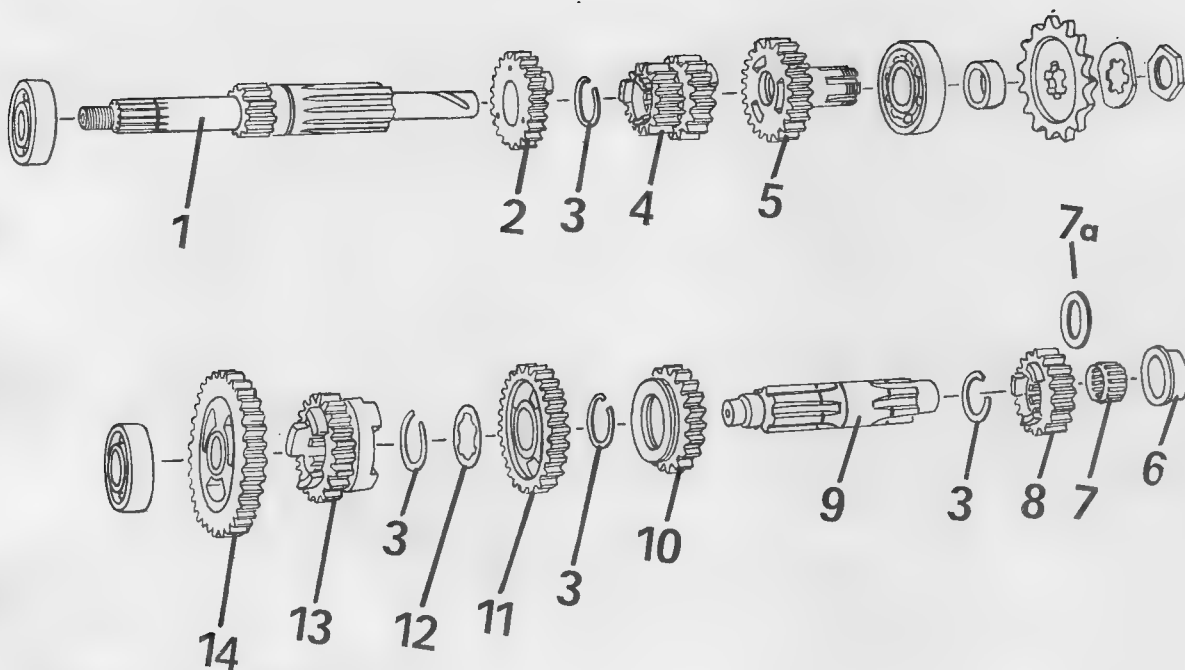

Bild 168. Explosivdarstellung des Getriebes
(1) Zahnrad 1. Gang
- Schaltgabel (1) (011) in die Führungsnut des Schaltrades (2) für den 1. und 2. Gang schieben, das Schaltrad mit dem Verzahnungsteil voran in die Fenster des Zahnrades 1. Gang und die Schaltgabel in die untere Nut der Schaltwalze einrasten.
- Vorgelegewelle (1) mit dem Zahnrad 2. Gang versehen, die Sprengringe und die Profilscheibe einsetzen (vgl. Bild 168) und mit dem kleinen Lagerzapfen voran durch Schaltrad 1./2. Gang und Zahnrad 1. Gang bis Anschlag in das Lager 6201 einsetzen.